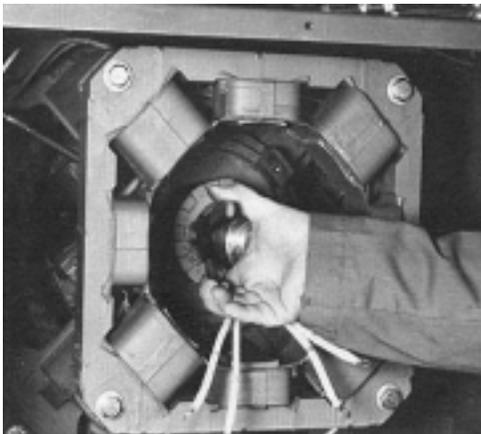

Figure 6-17
2. Enlever le clips qui maintien le rotor du PMG sur l'arbre. (Figure 6-17 et 6-18)